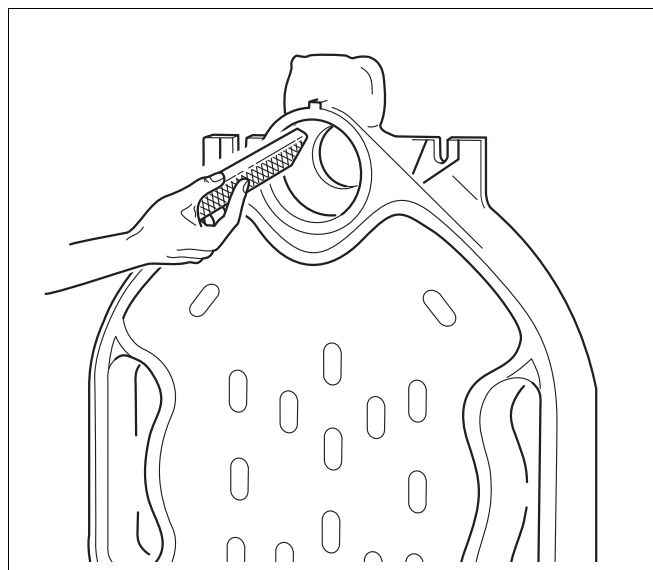

Fig. 7 Limatura della bava
- Limare eventuali bavature presenti sui mozzi (fig. 7).
- ▶ Limare eventuali bavature presenti sui mozzi (vedere fig. 7).